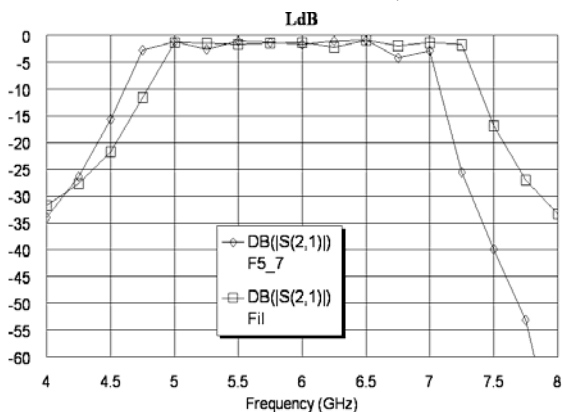

Рис. 3.180
4. Сделайте активным окно графика и щёлкните по значку **Analyze** на панели инструментов. График показан на рис. 3.180.